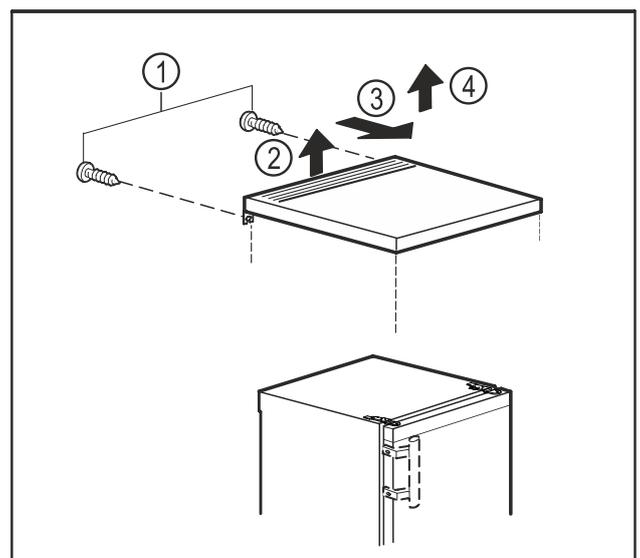

Fig. 10
- ▶ Retirer les vis à l'arrière. Fig. 10 (1)
- ▶ Soulever le plateau de la table à l'arrière. Fig. 10 (2)
- ▶ Pousser le plateau de la table vers l'avant. Fig. 10 (3)
- ▶ Retirer le plateau de table par le haut. Fig. 10 (4)